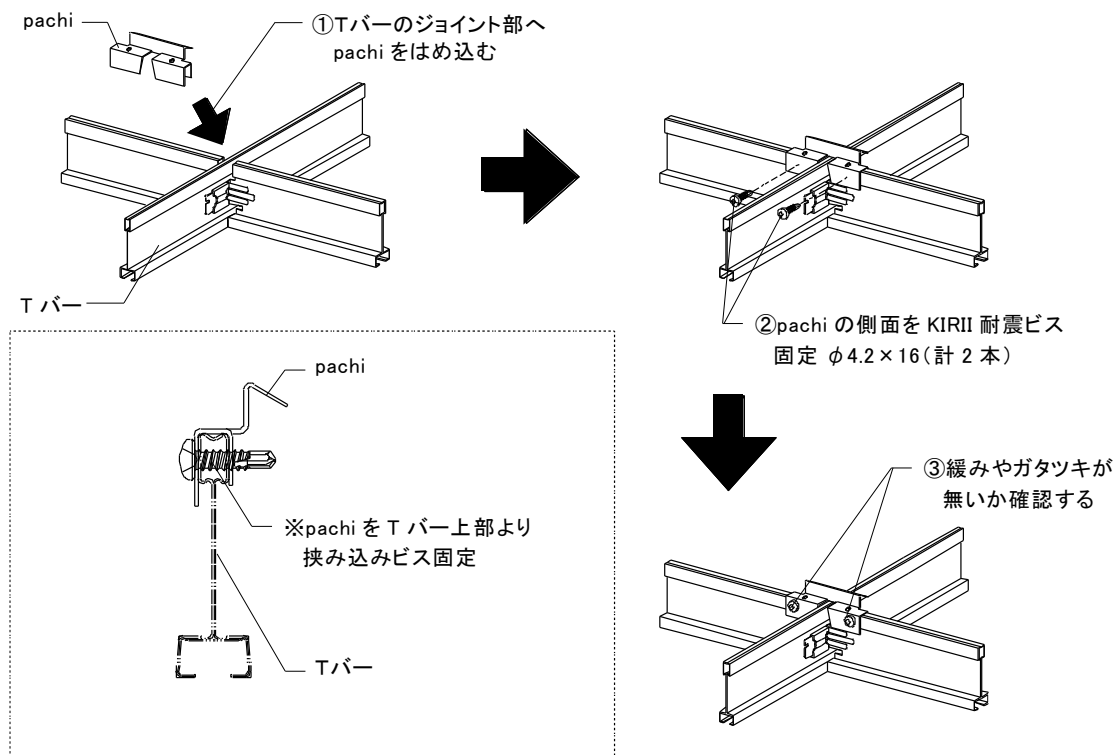

図2-4-6 Tバーの接続部補強
⑥Tバーの交差部(ブレース下部取付金具をメインクロスバー方向に設置する箇所以外)にジョイント補強金具 (pachi) をTバーの上側からはめ込み、ビス 2 本にて固定する。(図 2-4-6 参照)